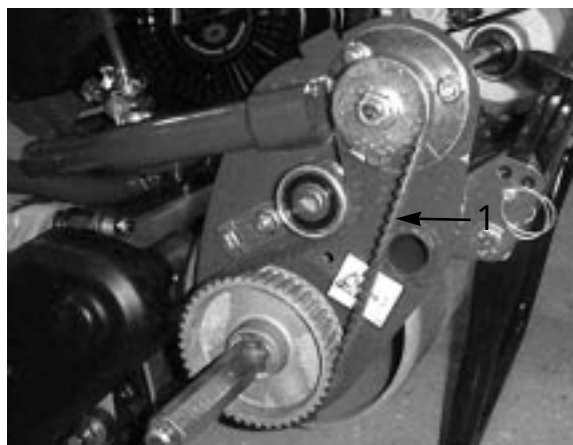

図 45
2. プーリ間の中央 (図45) を指で押して点検する。1.5 ~ 2.5 kg 程度の力で押した時のたわみが6 mm程度あるのが適正。たわみがこの範囲になれば、以下の要領で調整する。